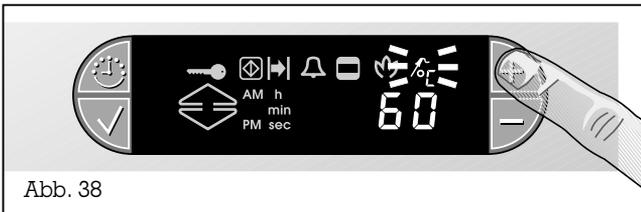

Abb. 38
- Drücken Sie die Taste +. Im Display blinkt das Symbol \wedge (Kerntemperaturfühler) und der Vorschlagswert 60°C ist im Display zu sehen (Abb. 38).